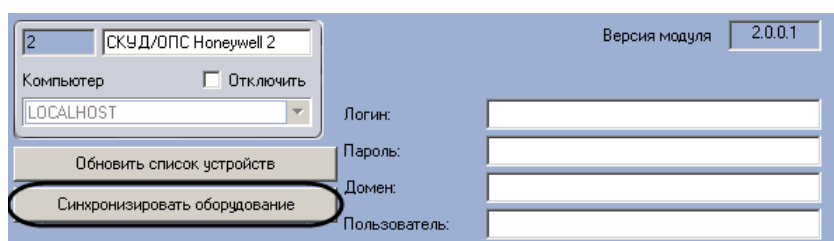

Рис. 3.4—1 Синхронизация конфигурации СКУД/ОПС HoneyWell (WIN-PAK CS)
1. Перейти на панель настроек объекта **СКУД/ОПС Honeywell** (Рис. 3.4—1).
2. Нажать на кнопку **Синхронизировать оборудование** (см. Рис. 3.4—1).